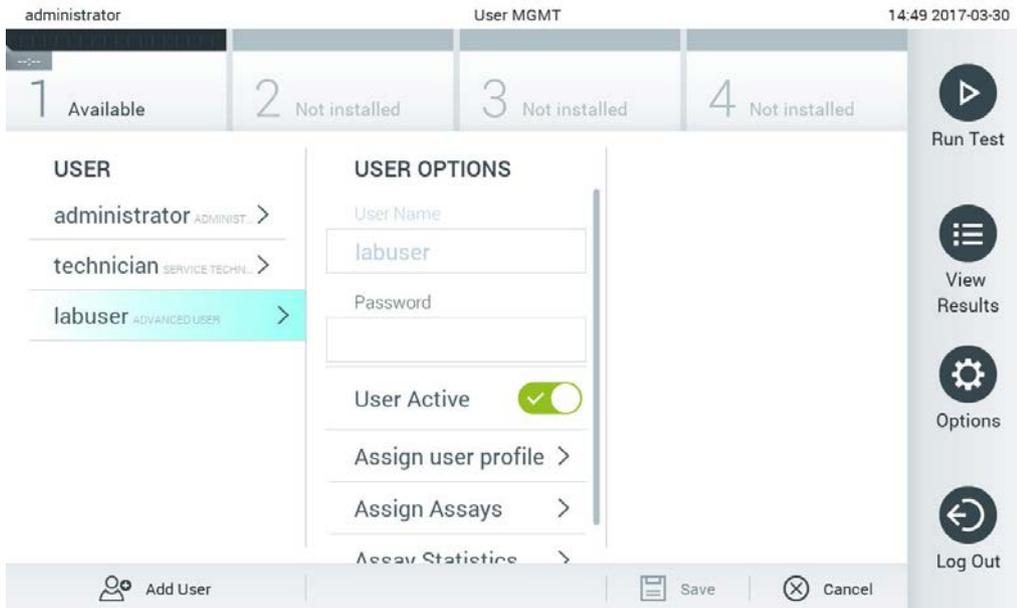

Figura 59. Selezione e gestione degli utenti.
2. Selezionare l'utente da gestire dall'elenco nella colonna di sinistra dell'area dei contenuti (Figura 59).